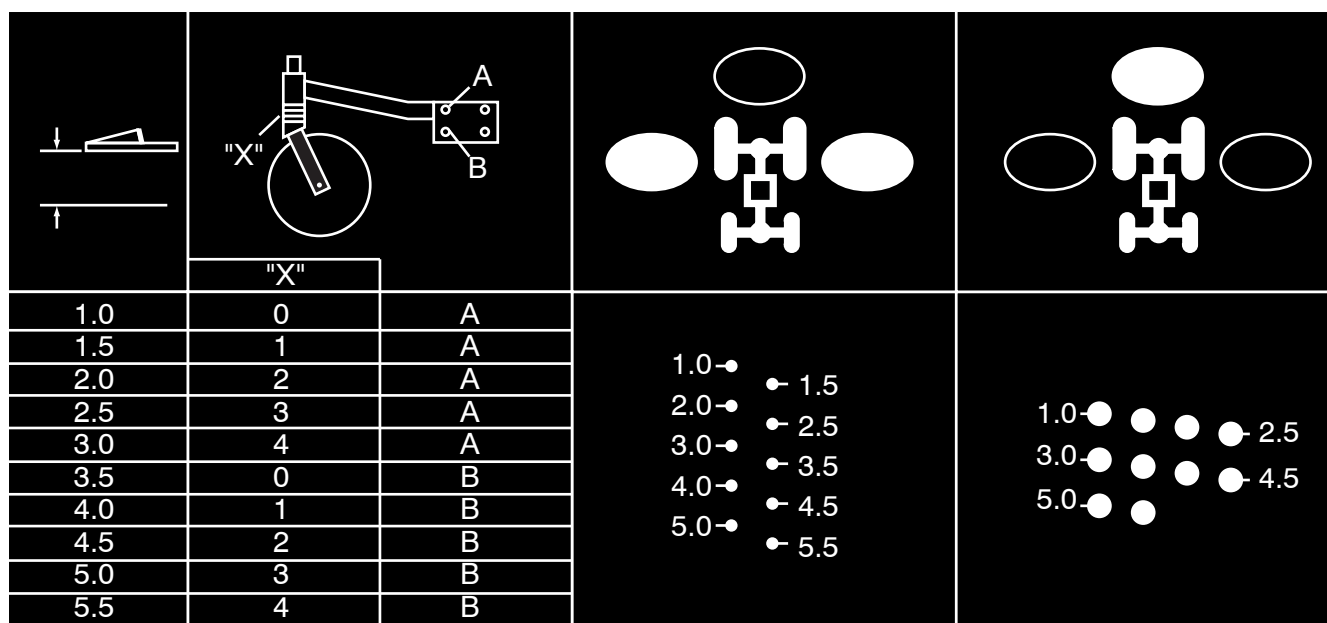

Figura 3M
2. La **Figura 3M** muestra el adhesivo del ajuste de altura para las ruedas.